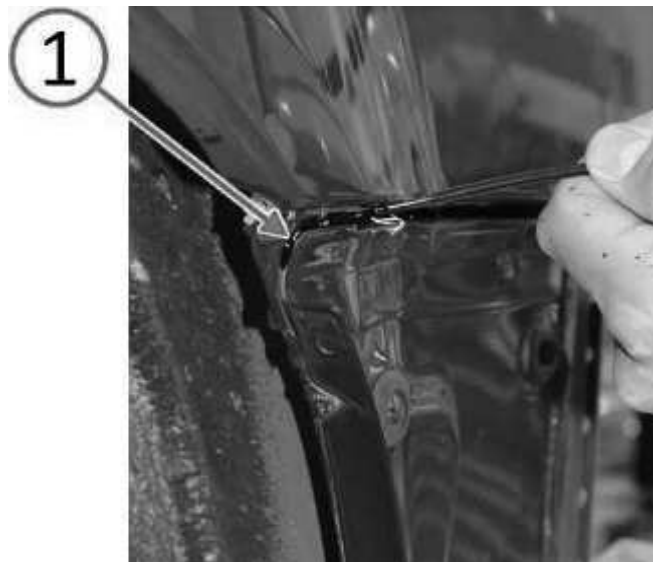
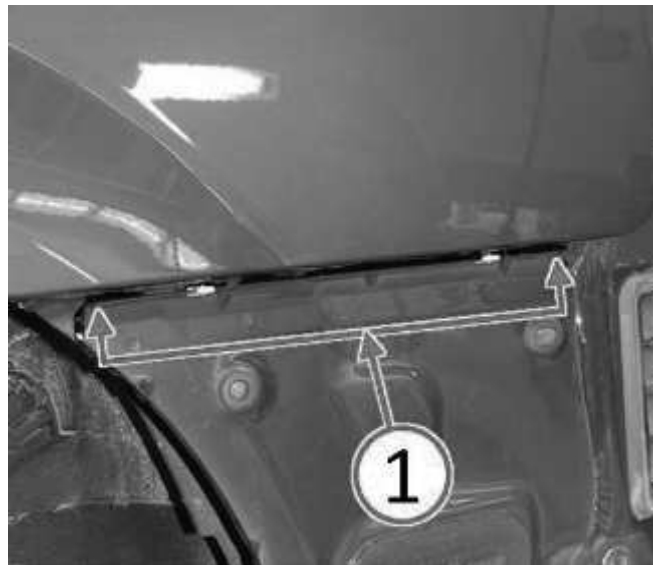

Fig. 3 Dichtmittel hinten im Schlitz einfüllen
Fig. 4 Dichtmittel im gesamten Schlitz einfüllen
5. Mit dem Applikator-Verlängerungsröhrchen das Dichtmittel Kent® Spray Leak Check auf ganzer Länge in den Tragflansch-Schlitz der linken Stoßfängerverkleidung einfüllen (Fig. 3) und (Fig. 4).